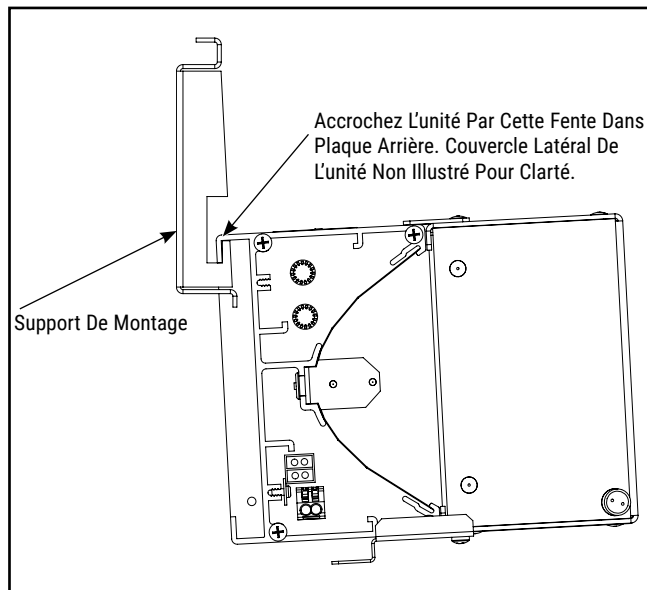

Figure 2.
2. Retirez le support de montage à l'arrière du produit. Fixez le support de montage à une boîte de jonction de 3-1 / 2 "ou 4". Suspendez temporairement l'unité aux fentes sur les côtés du support de montage, comme illustré. Voir la figure 2. Tirez le câblage CA faisant saillie de l'arrière du produit entre le boîtier et la plaque arrière préparation pour effectuer les connexions de câblage CA.